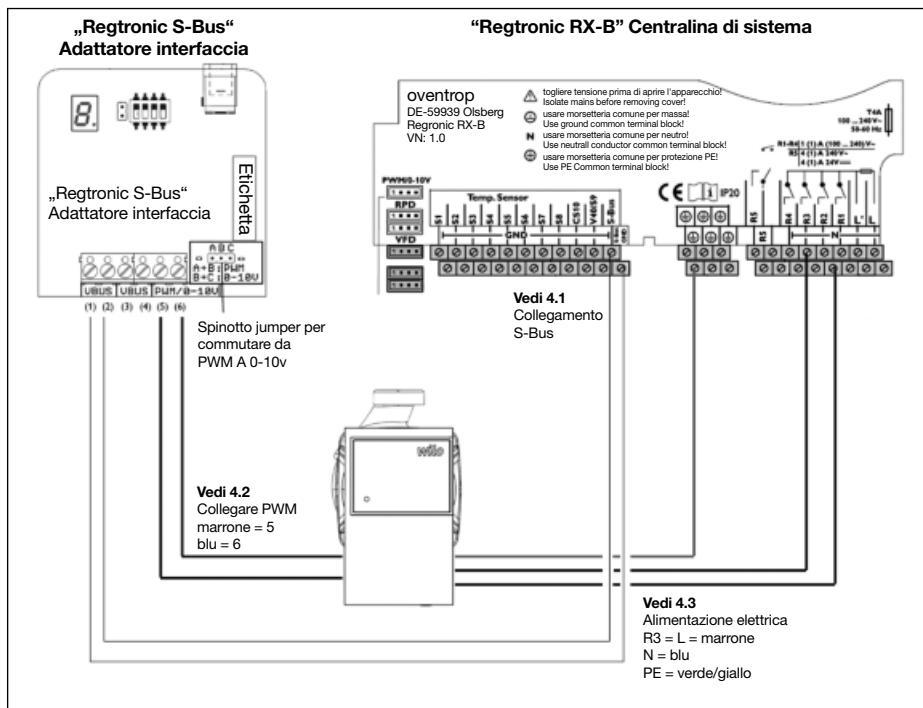

Fig. 5.4 Schema collegamento
- 4.1. Aprire il coperchio-alloggiamento della centralina "Regtronic RX-B" e collegare il raccordo V-Bus dell'adattatore di interfaccia „Regtronic S-Bus“- con il raccordo S-Bus della centralina (vedi Fig. 5.4), - l'inversione di polarità è a scelta.